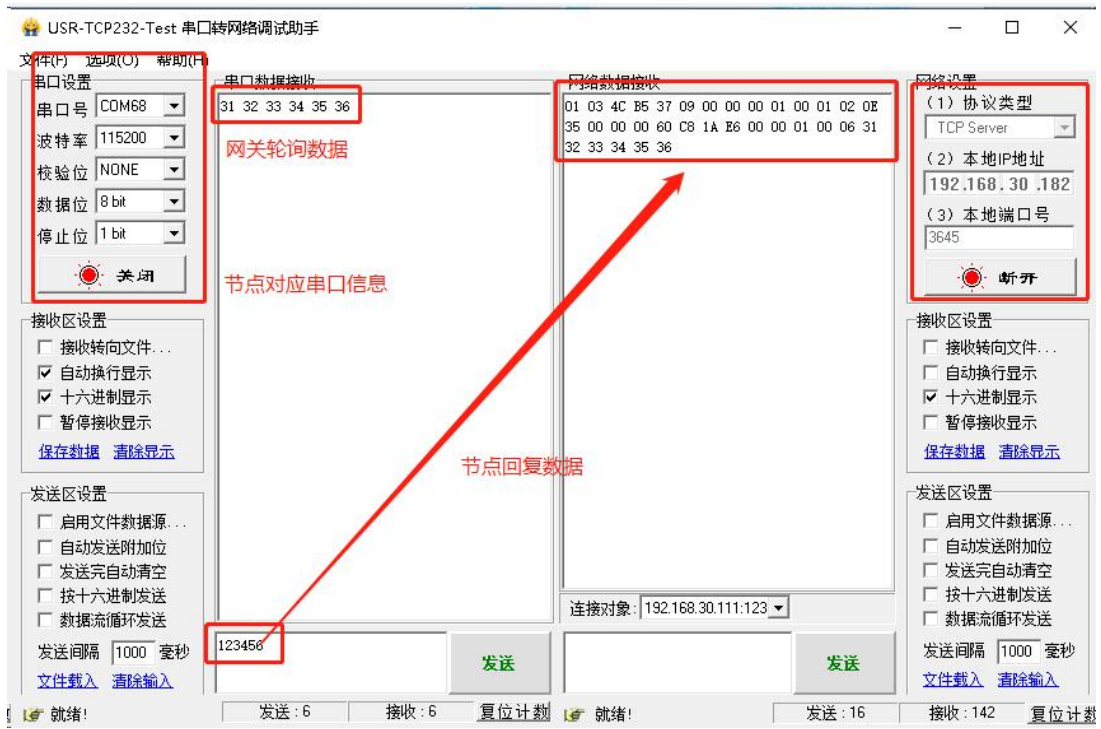

图 7 数据传输实例
(5) 重启节点，等待组网。可以看到节点入网后网关发送轮询数据“123456”，节点回复数据，服务器可接收节点数据，如“图 7”所示。